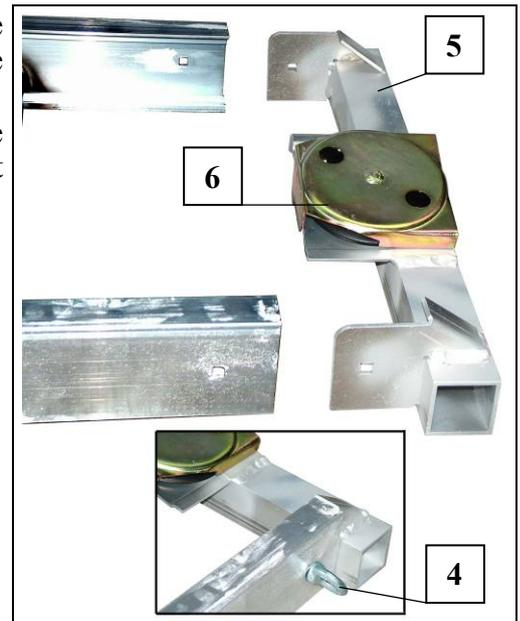

Fig. 20 Monter la pièce de tête.
- Placer la partie tête (5) à l'extrémité de la partie échelle (5) et visser. – La poulie de renvoi de câble est tournée vers l'extérieur (voir Fig. 20) Fixer la partie tête sur l'ouvrage.